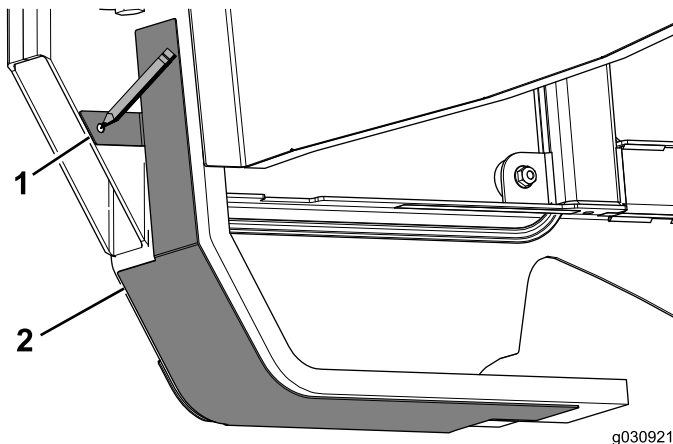

図 27
3. パネルアセンブリにタブを固定するボルト1/4 x 3/4 インチが通る大きさの穴を開ける 図 27。